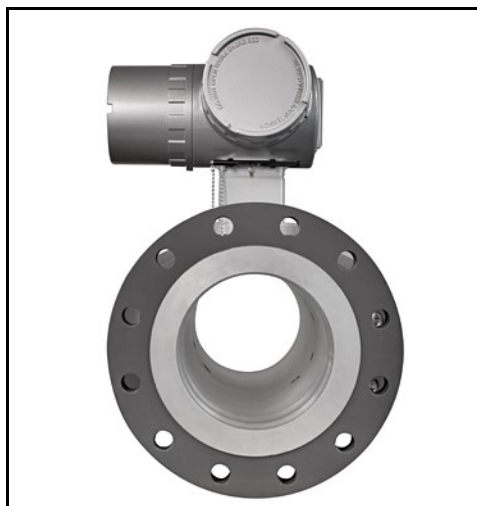

Figura 15: Vista del extremo de la brida de montaje del Sentinel LCT4
3. Alinee los orificios de montaje de la brida como se muestra en la *Figura 15* a continuación.